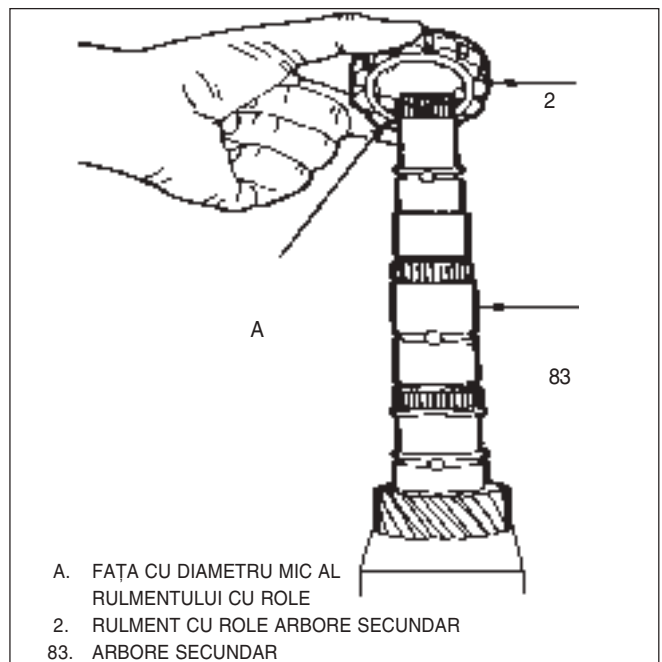
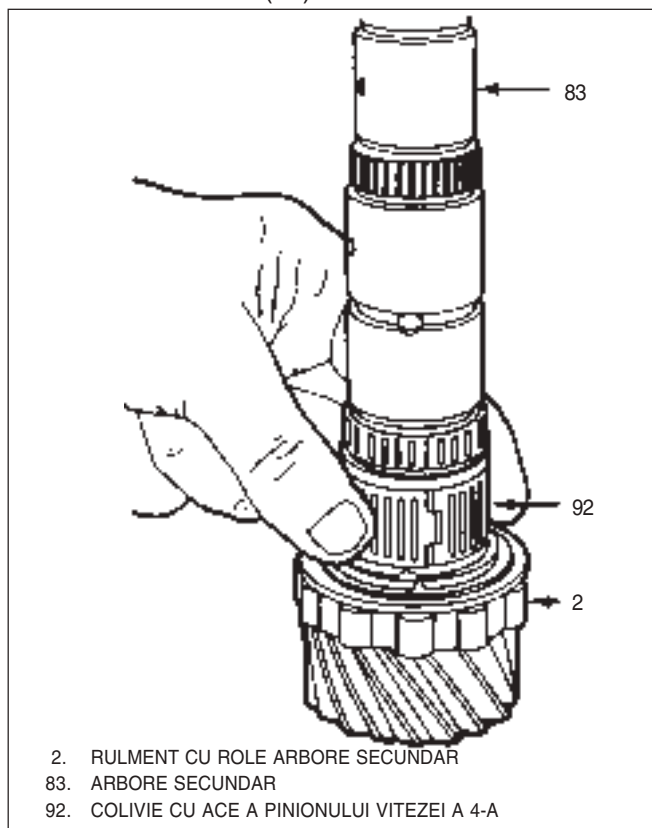

Fig. 34 Montare rulment arbore secundar
Fig. 35 Montare colivie cu ace pinion viteza a 4-a
### Montare sau conectare(Fig 34 ÷ 38, 41 ÷ 44, 48, 52, 55, 56 și 57)
- 2) Rulment cu role arbore secundar(2) pe arborele secundar(83), Fig 34.
- 3) Semiinele(3) și inel(5).
- 4) Colivie cu ace pinion viteza a 4-a(92), Fig 35.
5) Pinion viteza a 4-a(6) și inel sincronizator3-4(7) pe arborele secundar(83).